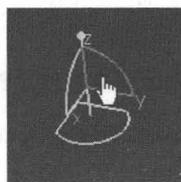

图 1-12 平面内平移
- ◆ 平面内平移：用鼠标左键抓住指南针上任何一个平面，则绘图区的物体和空间会在此平面内移动，但指南针不会移动，如图 1-12 所示。